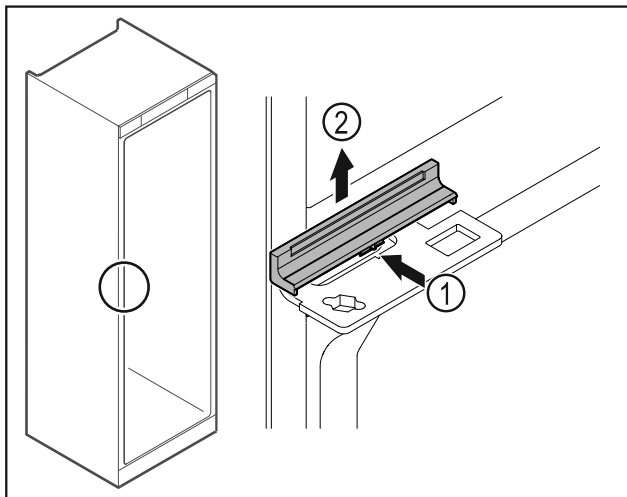

Fig. 37
- ▶ Abdeckung Fig. 37 (1) in der Mitte leicht eindrücken und nach oben abnehmen Fig. 37 (2).